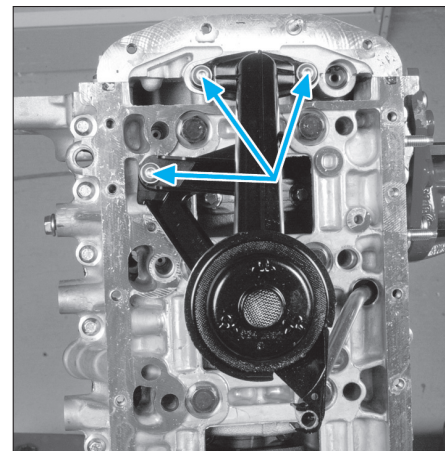

Fig. 16
- Déposer la crépine (Fig.16).